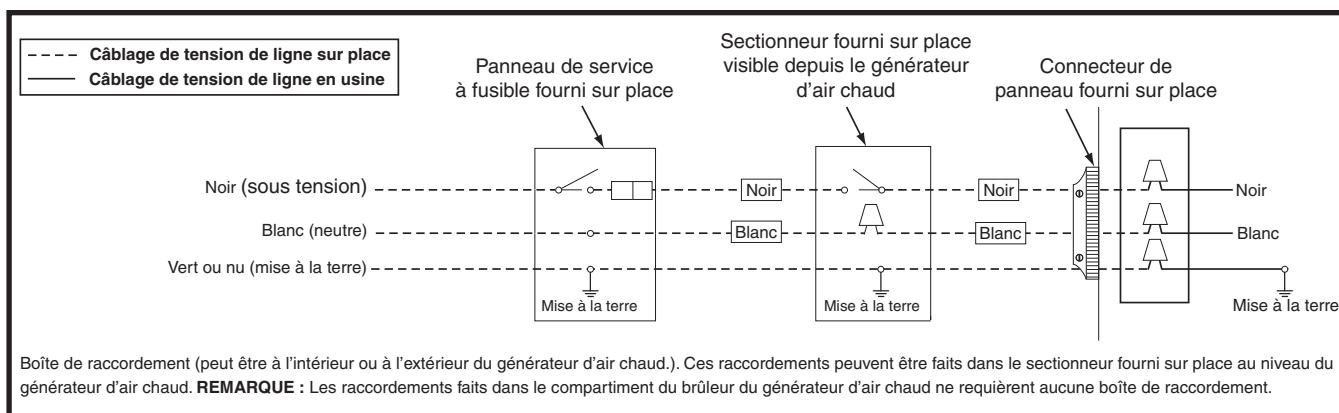

Figure 19. Câblage de tension de ligne sur place
- Un sectionneur doit être installé à un emplacement facilement accessible et visible depuis le générateur d'air chaud. Consulter la Figure 19 ou l'étiquette de schéma de câblage à l'intérieur de la porte de commande. Tout autre méthode de câblage doit être acceptable par l'autorité compétente.
- Il faut maintenir la polarité de tension de ligne appropriée afin que le système de commande fonctionne correctement. Vérifier que la ligne neutre entrante est raccordée au fil blanc et que la ligne SOUS TENSION entrante est connectée au fil noir. Le générateur d'air chaud ne fonctionne pas si la polarité et la mise à la terre sont mal branchés, comme indiqué dans la Figure 19.